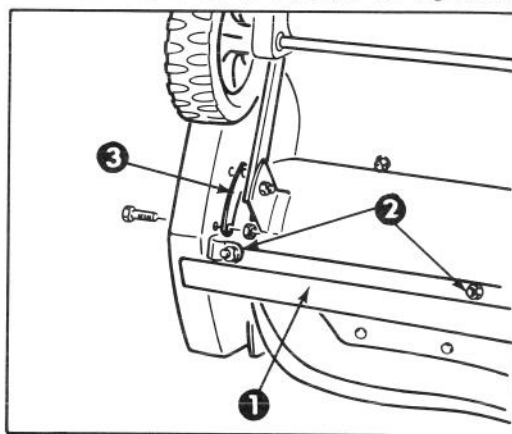

Figure 13
5. Faire basculer la déneigeuse sur son avant. Retirer les boulons de carrosserie et contre-écrous maintenant la lame racleuse (cf. fig. 13). Retirer la lame et le support de logement.
REPLACEMENT DE LA COURROIE D'ENTRAÎNEMENT (Fig. 13 et 14)
2. Enlevez les trois (3) vis autotaraudeuses, les deux (2) vis à tête, la rondelle et les deux (2) écrous (Fig. 13). Mettez de côté le couvercle-courroie.